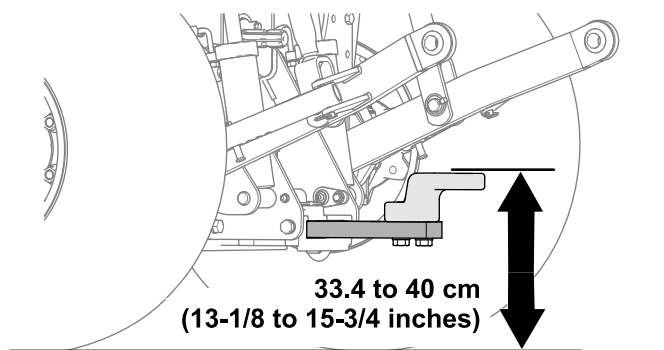

Figura 27
- Altezza operativa: da 33,4 a 40 cm; fate riferimento a Figura 27.